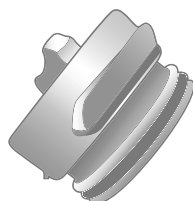

Рис. 9
- Извлеките сервисную заглушку (рис. 9), которая находится под крышкой водоочистителя.